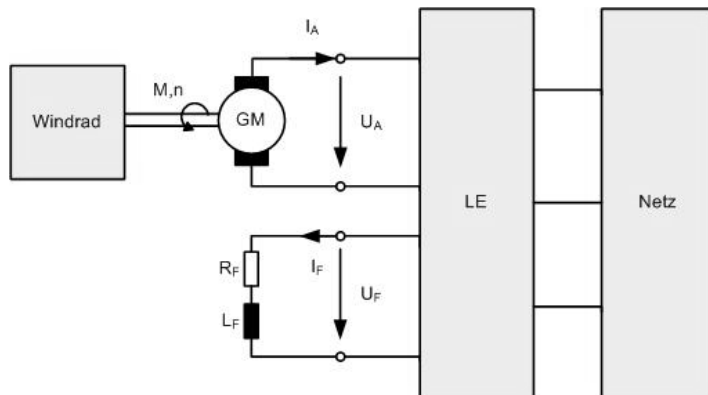

Abbildung 2-1: Übersichtsschaltbild des Windkraftwerks, bestehend aus Windrad, Gleichstrommaschine (GM), Erregerkreis und Leistungselektronik (LE)
Eine fremderregte Gleichstrommaschine (GM) wird in einer Windkraftanlage zur Erzeugung elektrischer Energie genutzt. Diese wird über eine Leistungselektronik (LE) ins öffentliche Stromnetz eingespeist (siehe Abbildung 2-1).
9. Der Ankerstrom I_A ist positiv, wenn die GM im generatorischen Betrieb arbeitet. (Beachten Sie die Pfeilrichtung in Abbildung 2-1)